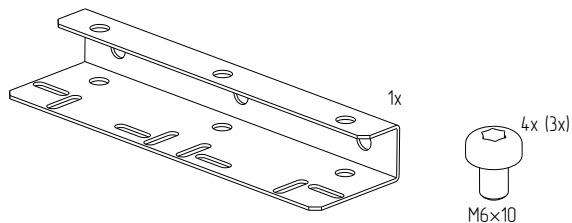

Рисунок 84
4.29.2 Проверить комплектность (рисунок 84).